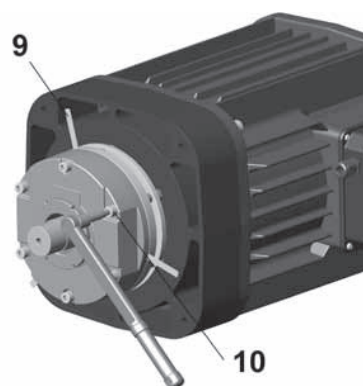

fig. 150
6. Ruotare in senso antiorario la ghiera -8- di 360° (1 giro completo), considerando che un giro completo della ghiera genera uno spostamento assiale di 1 mm del ceppo freno -9- (fig. 150).